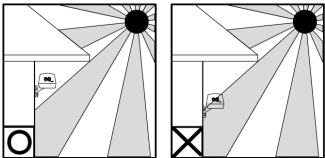

Fig. 1
- 1. La mejor ubicación para instalar el interruptor crepuscular es en una pared exterior. Evite la incidencia directa de la luz solar (Vea la fig. 1).
- 1. The best position to install the twilight switch is on an outside wall. Direct sunlight should be avoided (See fig. 1).